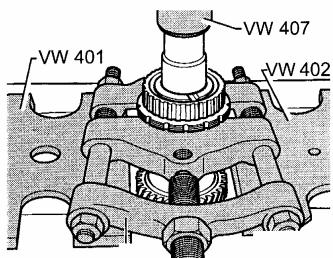

图 12-93 压入 5 挡、倒挡同步器体
(6) 压出 5 挡和倒挡的同步器体时, 按图 12-93 所示使用分离装置 A (22~115mm) 压出 5 挡同步器体和换挡齿轮。